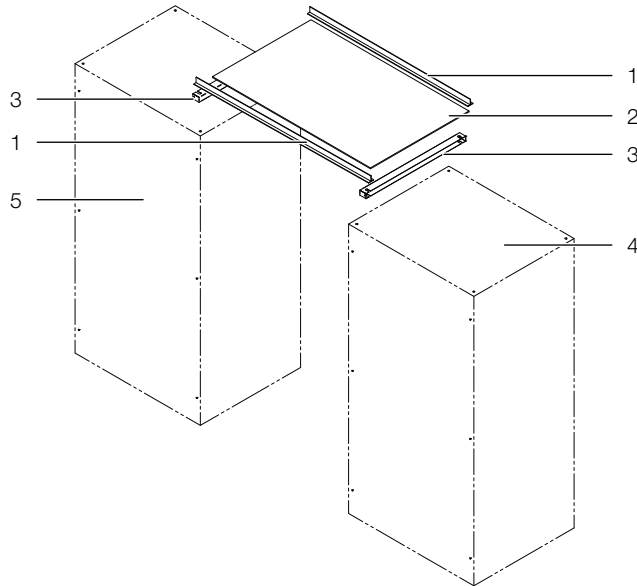

Abb. 48: Gangabdeckung Mitte
- An einer Polycarbonatplatte (Abb. 48, Pos. 2) die Schutzfolie auf beiden Seiten abziehen.